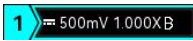

图 4-7
- ①. 触发状态标识：可能包括 TRIGED(已触发)、AUTO(自动)、READY(准备就绪)、STOP(停止)、ROLL(滚动)。
- ②. 时基档位：表示屏幕波形显示区域水平轴上一格所代表的时间，使用示波器前面板水平控制区的 SCALE 旋钮可以改变此参数，当时基档位变化时，屏幕上会弹窗显示时基档。触摸时基档位，可弹出水平 弹窗，如图 4-7 (a) 所示，支持通过数字键盘、、、水平 SCALE 旋钮改变时基档值。
- ③. 采样率/存储深度：显示示波器当前档位的采样率和存储深度。
- ④. 波形指示器
- ⑤. 波形触发位置：显示当前波形触发点位置。
- ⑥. 水平位移：显示波形的水平位移值，调节示波器前面板水平控制区的 POSITION 旋钮可以改变此参数，按下水平控制区的 POSITION 旋钮可以使水平位移值回到 0。触摸时基档位，可弹出 水平 弹窗，如图 4-7 (a) 所示，支持通过数字键盘、、、水平 Position 旋钮改变水平位移值。
- ⑦. 触发状态：显示当前触发源、触发类型、触发斜率、触发耦合、触发电平等触发状态。
- f. 触摸触发状态区域，可弹出 触发设置 弹窗，如图 4-7 (b) 所示。支持通过数字键盘、、、触发 LEVEL 旋钮改变触发电平值；且支持在弹窗中设置触发耦合方式。
- ⑧. 操作菜单：显示当前操作菜单内容。按相应按键可以改变操作菜单。按 F1 ~ F5 可以改变对应位置的菜单子项的内容。
- ⑨. 设备当前年月日以及时间，可在 Utility 菜单中进行设置，也可直接触摸该区域，即可弹出时间设置弹框进行时间设置。
- ⑩. USB DEVICE 标识：在 USB DEVICE 接口连接上 U 盘等 USB 存储设备时显示此标识。
- ⑪. 弹窗显示：当伏格档、时基档发生变化时，弹窗显示当前伏格档、时基档，该弹窗只显示 3s。
⑫. CH1 垂直状态标识：显示 CH1 通道激活状态、通道耦合、带宽限制、垂直档位、探头衰减系数。
f. 触摸垂直状态区域，可弹出 通道 1 弹窗，如图 4-7 (c) 所示。支持通过数字键盘、、、垂直 SCALE 旋钮、垂直 Position 旋钮改变伏格档、垂直位移值。
⑬. HOME 菜单：HOME 菜单位于示波器屏幕左下角，HOME 菜单中包括：光标、数学运算、频谱分析、波形录制、通过测试、参考波形、解码、波特图、矩形绘制、频率计、电压表、帮助等快捷菜单。